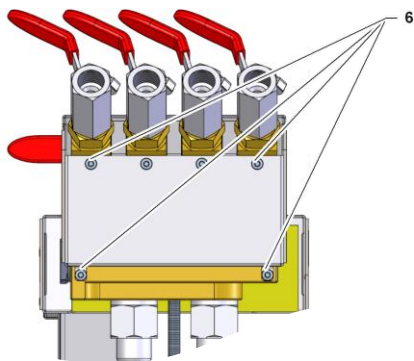

Fig. 9: Vue de dessous du Flow-5
- Poser la tôle de protection puis insérer les vis (marquage 6 → Fig. 9).